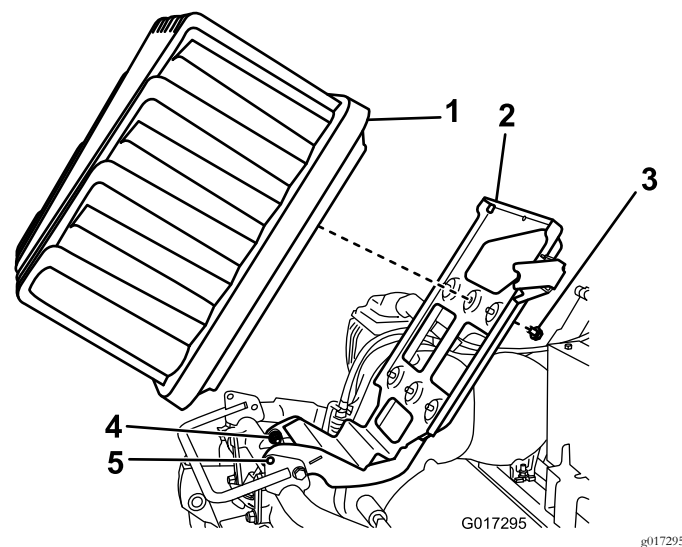

Figure 13
5. Desserrez les 2 boulons/écrous de pivot d'un demi-tour chacun (Figure 13).
6. Soulevez la plate-forme de la batterie jusqu'à ce que les trous de blocage du socle soient alignés sur ceux du cadre (Figure 13).